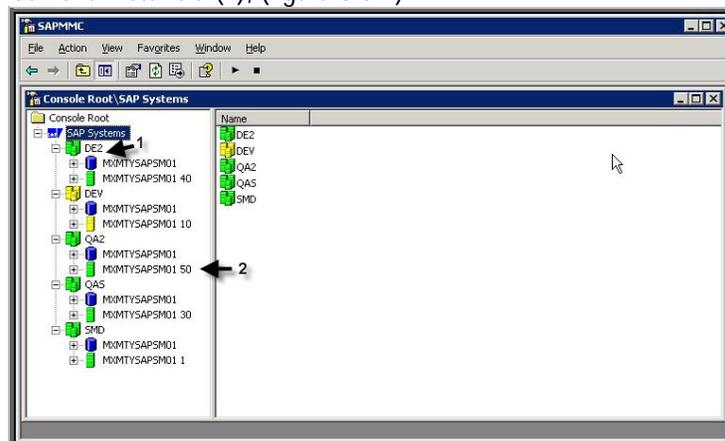

Figura 3.5.2 El Sistema debe mostrarse en color verde
Para loguearse al sistema SAP es necesario tener instalado el SAPGUI y haber arrancado tanto la base de datos (1) como la instancia (2), (figura 3.5.2).